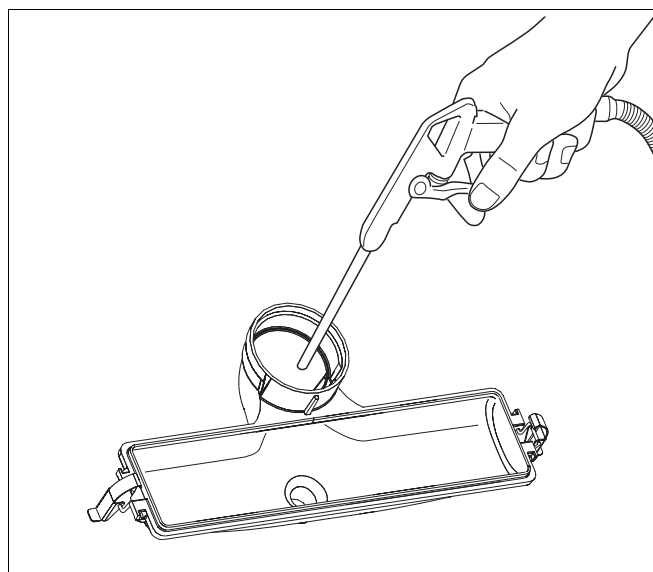

Fig. 121 Rengøring af kondensbakken
- Rengør kondensbakken mekanisk (med trykluft eller en blød børste), og skyl den med rent vand (fig. 121).